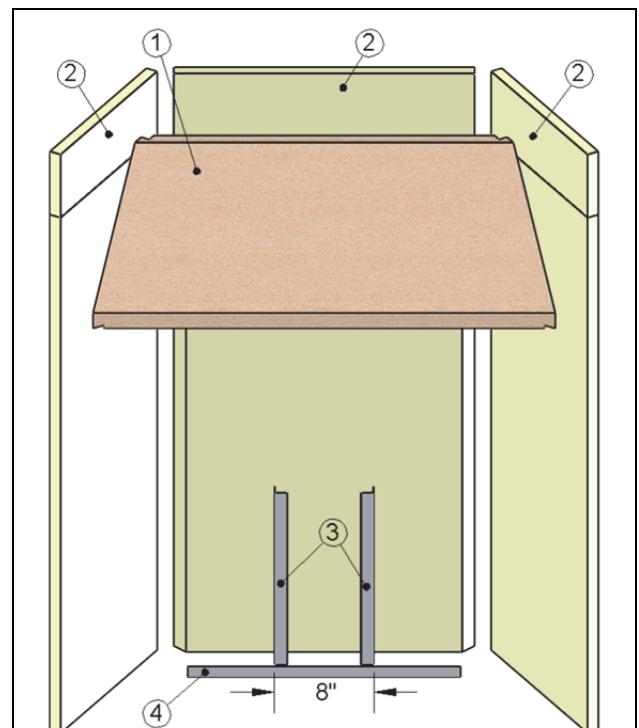

Figure 7 Panneaux isolants et avaloir du foyer
3. Placez les deux petits supports de réfractaires (3) contre le panneau isolant arrière afin qu'ils soient centrés et avec un écartement de 8" comme illustré dans la Figure 7. Ils sont nécessaires afin de fournir un soutien solide autant pour les pierres réfractaires arrière inférieures que pour la pierre réfractaire arrière du milieu.
4. Placez le grand support de réfractaires (4) directement sur le fond de la boîte à feu devant les deux petits supports tel que montré à la Figure 7.
Consultez la Figure 7 tout en suivant les étapes suivantes :